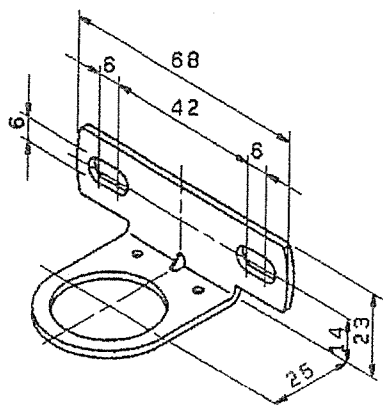

図1
- 1) オプション添付のブラケット”B”を使用する場合の取付け寸法は図1によります。